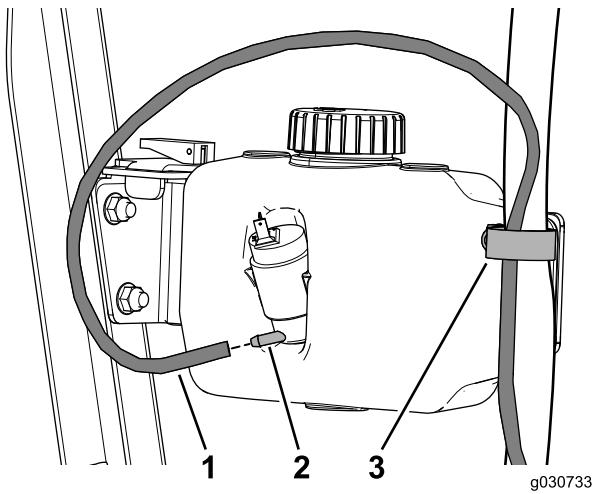

Рисунок 42
- Проложите шланг омывателя через R-образный хомут и подсоедините его к бачку омывателя (Рисунок 42).